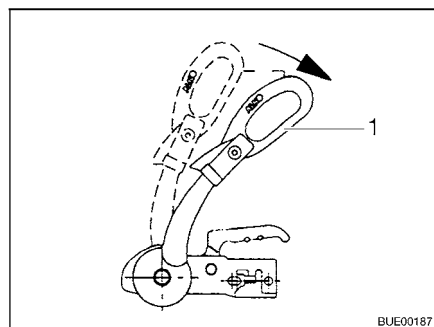

Fig. 198 Tirador de estabilización
- Abrir el tirador de estabilización (Fig. 198,1).